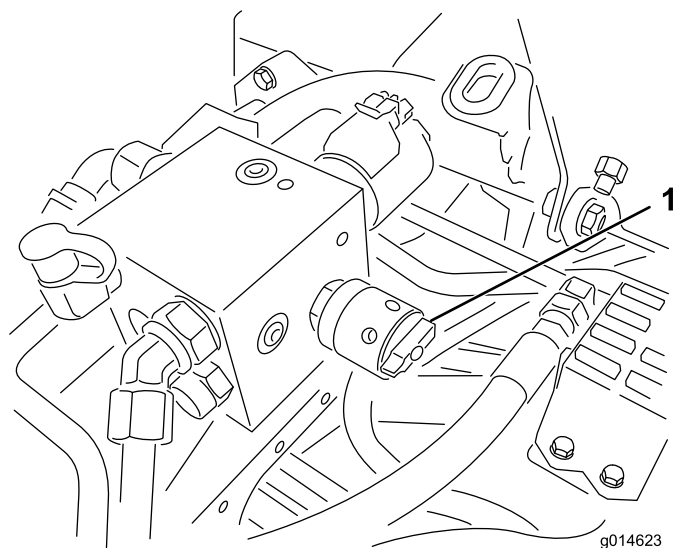

Рисунок 38
- Для настройки частоты вращения барабана поворачивайте ручку регулятора (**Рисунок 38**), пока стрелки указателя не совместятся с числом, обозначающим требуемую настройку.